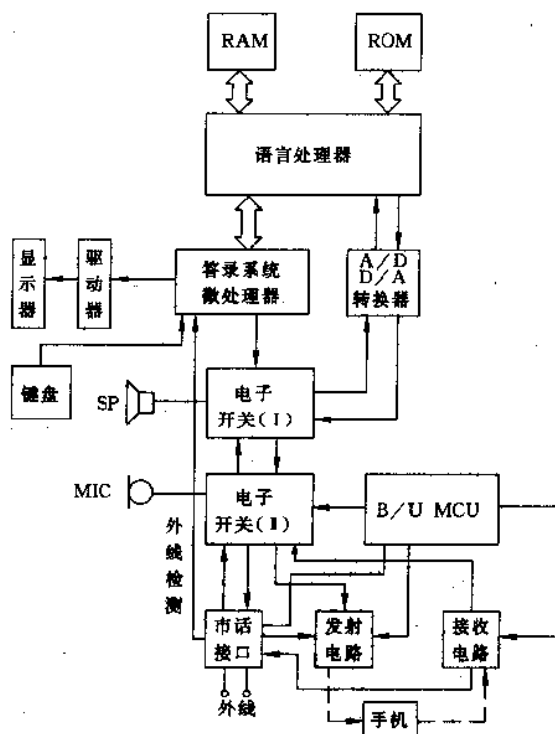

图 2-101
(1)图 2-101 为一种数字型答录系统的构成框图,由图中可以看出,此系统有两个微处理器参与控制过程。其工作如下所述。
①用手机录音或放音